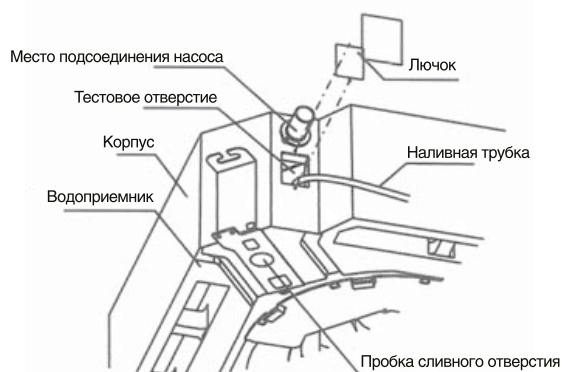

рис. 16
A. Снимите лючок и налейте около 2000 мл воды в водоприемник через наливную трубку (рис. 16 и 17).